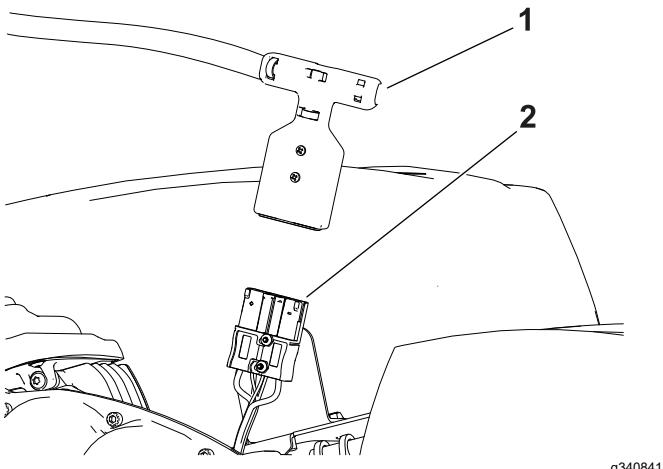

Figura 33
4. Desligue o conector do manípulo em T da cablagem principal do conector de alimentação na base da bateria (Figura 33).